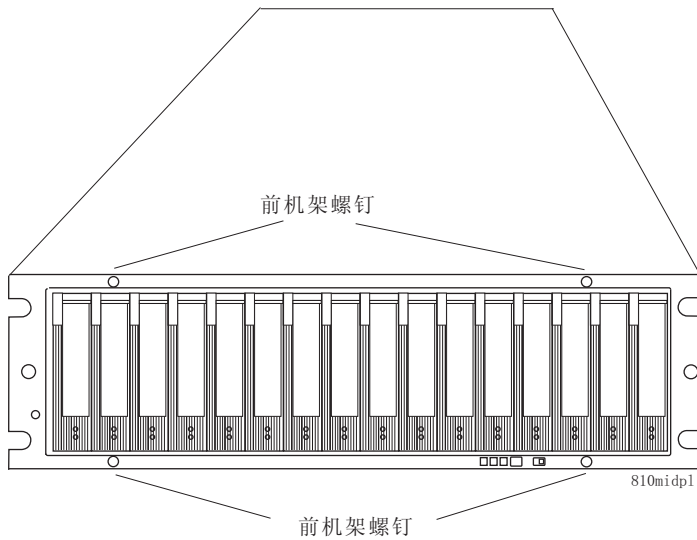

图 88. 前机架螺钉位置
9. 如第 144 页的图 88 所示，使用 1 号十字螺丝刀拧开中面板上的四个前机架螺钉。
16. 拧紧四个前机架螺钉。请参阅第 144 页的图 88。